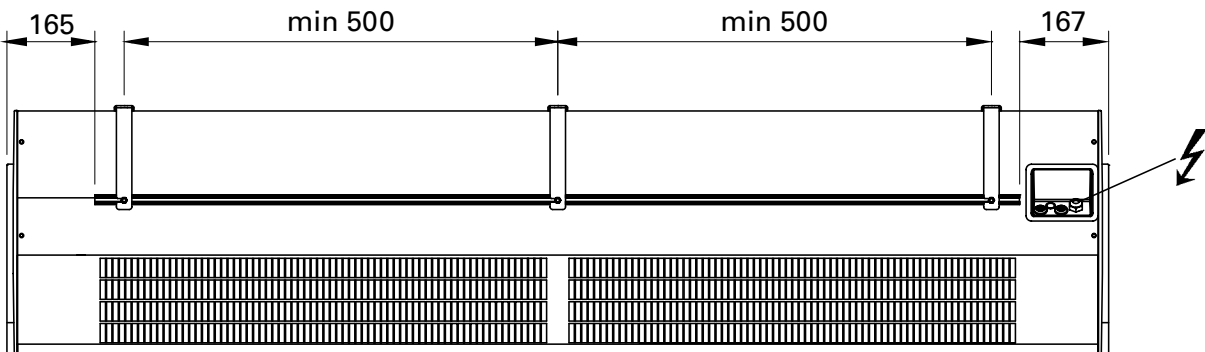

Fig. 1
1. Montera konsolerna på väggen, se fig.4A och måttskiss fig.1. Om väggen är ojämn måste konsolerna kompenseras för detta.